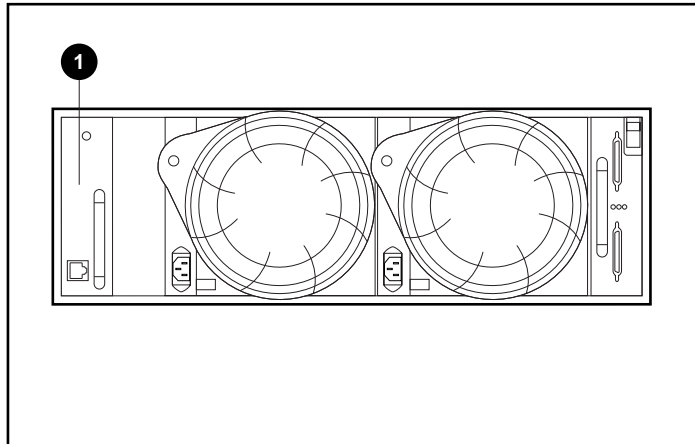

Abbildung 4-2. Position der EMU
Die EMU wird hinten links ❶ in den Geräteeinschub der Erweiterungseinheit montiert (siehe Abbildung 4-2).